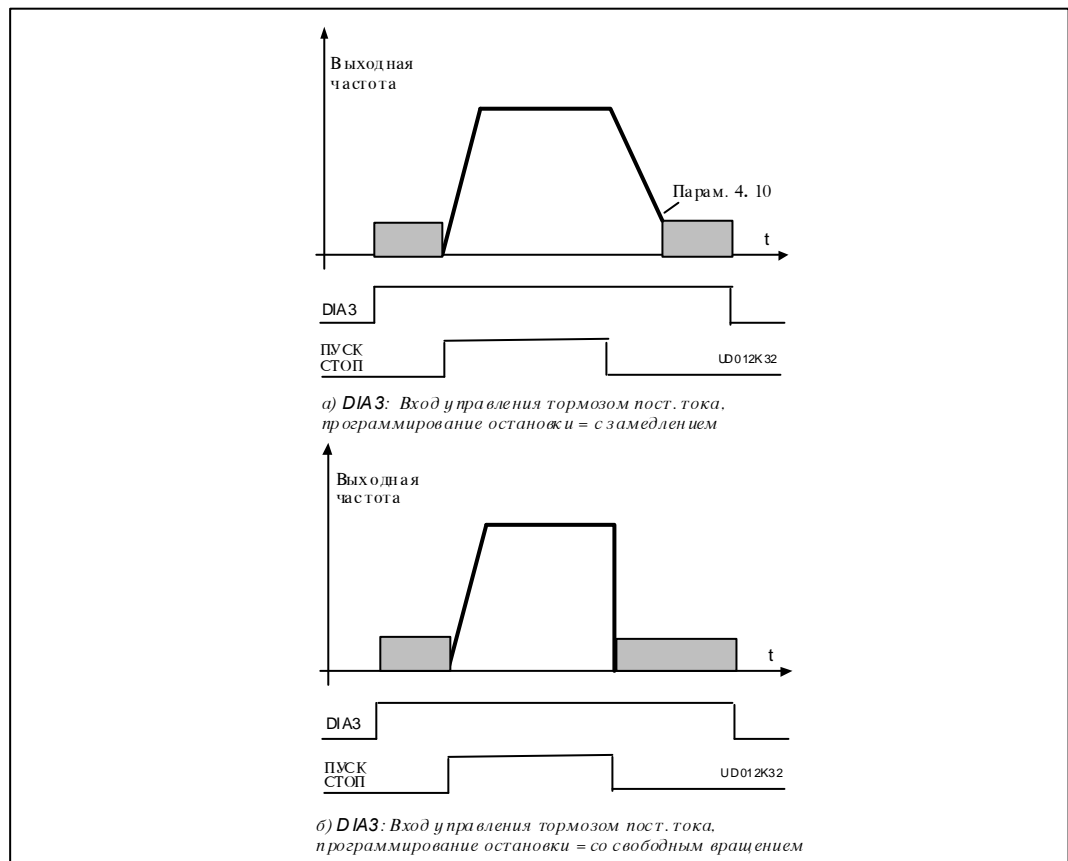

Рис. 4.5-1 DIA3 в качестве входа активизации тормоза постоянного тока
- 9: Команда на торм. пост. током конт. замкнут = Тормож. пост. током действует, пока контакт не будет разомкнут, см. рис.4.5-1.
| 9: Команда на торм. пост. током | конт. замкнут = Тормож. пост. током действует, пока контакт не будет разомкнут, см. рис.4.5-1. Ток при торм. пост. током устанавливается параметром 4. 8. |